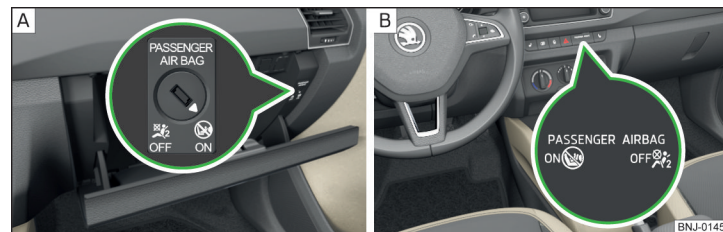

Fig. 12 Comutator cu cheie pentru airbagul frontal al pasagerului față/lampă de control pentru airbagul frontal al pasagerului față
Airbagul frontal al pasagerului față poate fi dezactivat prin intermediul comutatorului cu cheie » fig. 12 la pagina 19 - A.
Pozițiile comutatorului cu cheie » fig. 12 - A
- ▶ Cu ajutorul cheii, rotiți cu grijă fanta comutatorului cu cheie » fig. 12 - A în poziția **OFF**.
- ▶ Verificați dacă, după cuplarea contactului, este aprinsă lampa de control **OFF** de sub inscripția **PASSENGER AIRBAG** » fig. 12 - B.
- > Cu ajutorul cheii, rotiți cu grijă fanta comutatorului cu cheie » **fig. 12** - **A** în poziția **ON**.
- > Verificați dacă, după cuplarea contactului, este aprinsă lampa de control **ON** de sub inscripția **PASSENGER AIRBAG** » **fig. 12** - **B**.